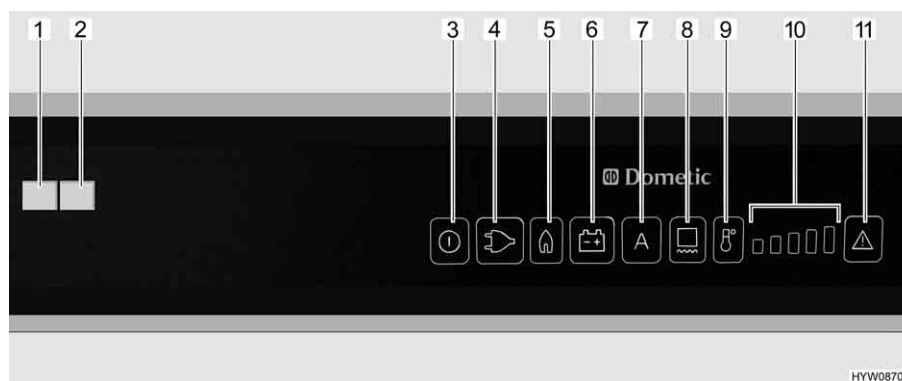

Fig. 217 Boutons de commande pour le réfrigérateur (Dometic RMD)
Quand le mode de fonctionnement est réglé sur "AES", qu'**aucune** alimentation 230 V n'est raccordée et que le moteur du véhicule est à l'**arrêt**, l'AES choisira l'alimentation en gaz. Dès que le fonctionnement au gaz est activé, la veilleuse de sécurité s'ouvre automatiquement, de sorte que le gaz peut arriver au brûleur. En même temps, l'allumage électronique est connecté. Si la flamme s'éteint, p. ex. en raison d'un courant d'air, l'allumage s'active automatiquement et rallume le gaz. En cas de dérangement du régime au gaz, les touches lumineuses "Gaz" (Fig. 217,5) et "Dérangement" (Fig. 217,11) clignotent. Le voyant de contrôle "Dérangement" (Fig. 217,1) s'allume et une alarme acoustique retentit pendant 20 secondes.
Lorsque le réfrigérateur est mis en marche, il choisit automatiquement la température moyenne du thermostat. Ce réglage peut cependant être corrigé manuellement à l'aide de la touche de sélection du degré de température (Fig. 217,9). Les voyants de contrôle (Fig. 217,10) indiquent le réglage du thermostat sélectionné. La température de réfrigération des trois types d'énergie se règle avec la touche de sélection du degré de température. Il faudra attendre quelques heures jusqu'à ce que le réfrigérateur ait atteint sa température normale de réfrigération. Il garde toutefois son réglage de température lorsqu'on change d'un mode à un autre. La température de réfrigération est maintenue indépendamment du type d'énergie choisi.
- Régler le chauffage du cadre pour une durée de 2 heures : Appuyer une fois sur la touche (Fig. 217,8). Une barre d'affichage des degrés de température (Fig. 217,10) s'allume.
- Régler le chauffage du cadre pour une durée de 5 heures : Appuyer deux fois sur la touche (Fig. 217,8). Deux barres d'affichage des degrés de température (Fig. 217,10) s'allument.
- Régler le chauffage du cadre sur fonctionnement permanent : Appuyer trois fois sur la touche (Fig. 217,8). Trois barres d'affichage des degrés de température (Fig. 217,10) s'allument.
L'affichage des degrés de température (Fig. 217,10) indique pendant quelques secondes la durée de fonctionnement du chauffage du cadre.
En cas de températures extérieures élevées et d'humidité importante de l'air, il est possible que des gouttes d'eau se forment au niveau du cadre métallique du compartiment congélation. C'est pourquoi le réfrigérateur est équipé d'un chauffage du cadre pour le compartiment congélation. En cas de températures extérieures élevées et d'humidité importante de l'air, allumer le chauffage du cadre grâce à la touche (Fig. 217,8). Ceci permet d'éviter la corrosion. Lorsque le chauffage du cadre est activé, la touche lumineuse (Fig. 217,8) est allumée.
- Appuyer sur la touche Marche/Arrêt (Fig. 217,3) pendant env. 2 secondes. Le réfrigérateur s'enclenche, le dernier type d'énergie choisi ou "AES" est indiqué.
- Régler la température de réfrigération souhaitée à l'aide de la touche de sélection du degré de température (Fig. 217,9). Les voyants de contrôle (Fig. 217,10) indiquent le réglage du thermostat sélectionné.
- Appuyer sur la touche Marche/Arrêt (Fig. 217,3) pendant env. 2 secondes. Le réfrigérateur s'éteint, plus aucun indicateur n'est allumé.